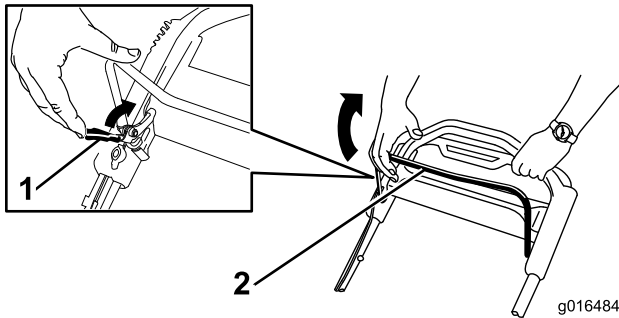

Figure 21
1. Tirez le dispositif de verrouillage de la barre de commande des lames vers la barre de commande (Figure 21).
2. Serrez **doucement** la barre de commande des lames contre le guidon (Figure 21).